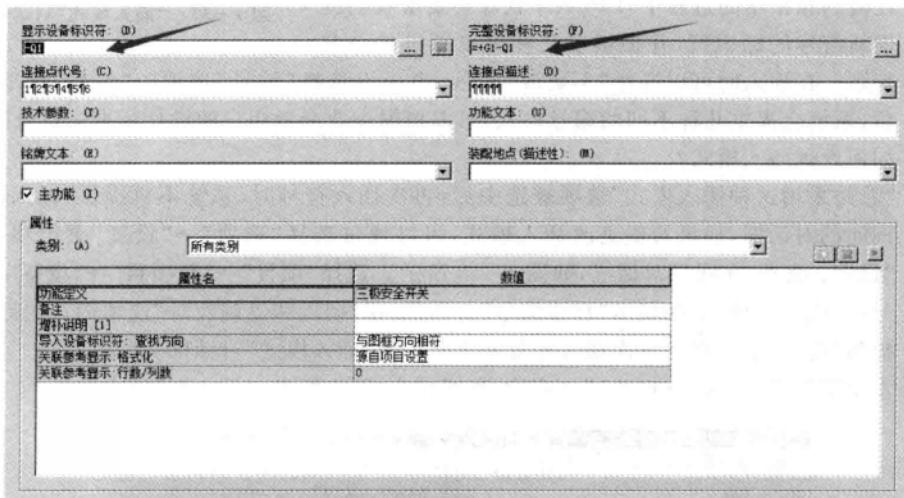

图 1-35 显示完整设备标识符
- 回到图纸编辑界面，双击“-Q1”部件，在属性对话框“完整设备标识符”文本框中显示的内容为“= + G1 - Q1”，如图 1-35 所示。